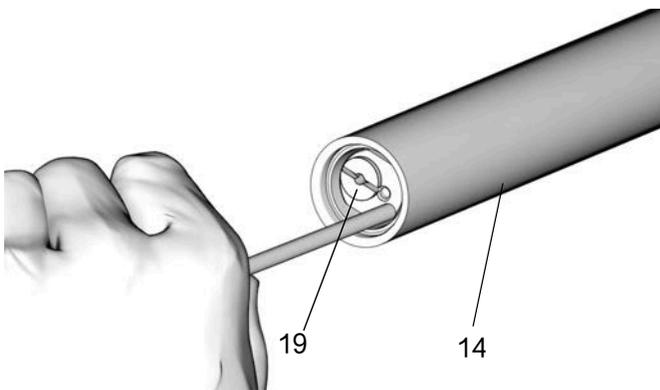

图 26
24. 使用光滑的长黄铜或铝杆，无锐边和毛刺，将止回阀组件 (19) 从出口管 (14) 上推出 (图 26)。